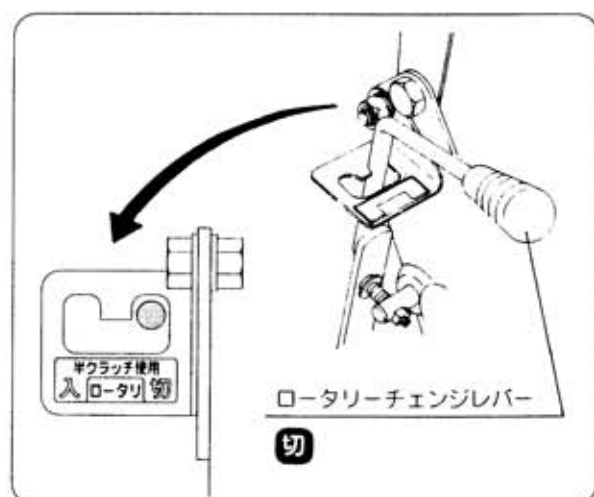

図13
- ③ ロータリーチェンジレバーを「切」の位置にします。(図13)